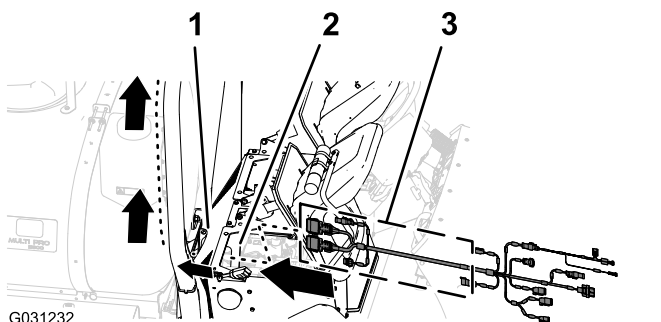

图 165
1. 将 390cm 数据线束支管放入发动机舱内右侧紧靠发动机空气滤清器且后部要在后发动机挡板的底部、右侧区域图 165。